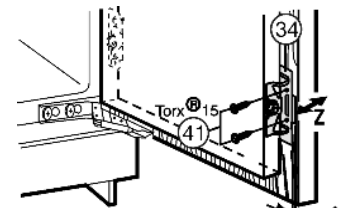

Fig. 28
Escuadra de fijación: Fig. 28 (34) Preste atención a que ambos cantos de metal estén enrasados, símbolo //:
- ▶ Atornille la puerta del aparato con los tornillos Fig. 28 (41) a través de las escuadras de fijación Fig. 28 (34) en la puerta del mueble.